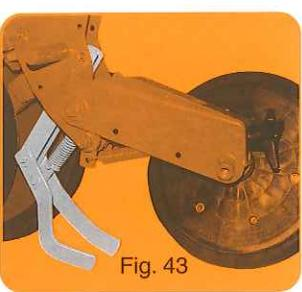

Fig. 43
- Raclettes flexibles (fig. 43).
- Beweglicher Zustreicher (fig. 43)
- Flexible scrapers (fig. 43).